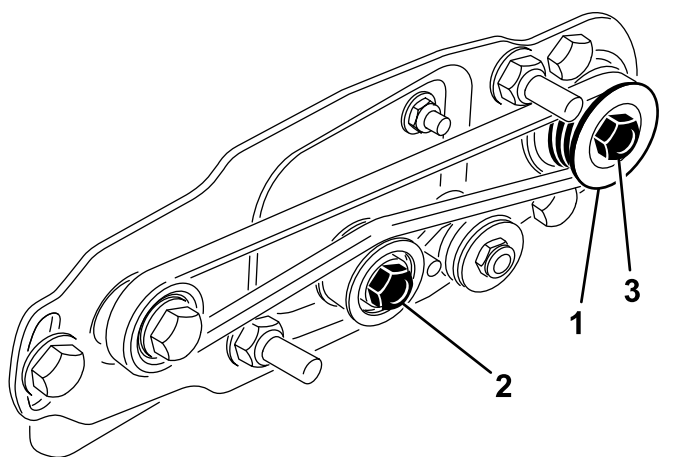
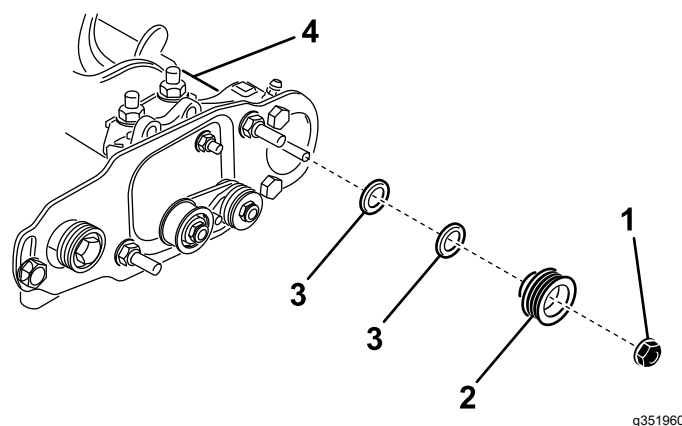

Рисунок 39
Рисунок 40
1. Ведомый шкив (на валу щетки катка) можно переместить внутрь или наружу (Рисунок 39). Отметьте, в какую сторону необходимо сместить шкив.
2. Вращая барабан, который будет вращать ведущий шкив, снимите с помощью рычага ремень с ведущего шкива (Рисунок 39
3. Отверните контргайку крепления ведомого шкива к валу щетки (Рисунок 39 или Рисунок 40). Установите ключ 1/2 дюйма на плоские грани вала, чтобы предотвратить его вращение.
4. Снимите ведомый шкив с вала (Рисунок 40).
5. Если необходимо сместить шкив наружу, добавьте одну проставку толщиной 0,8 мм (Рисунок 40).